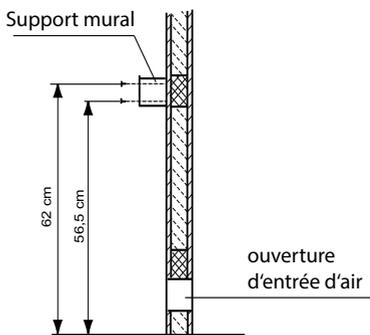

Fig. 2
1. Le support mural du poêle à sauna doit être centré par rapport à l'ouverture d'entrée d'air et fixé solidement au mur de la cabine avec les vis en contre-plaqué. (fig. 2 et 3).